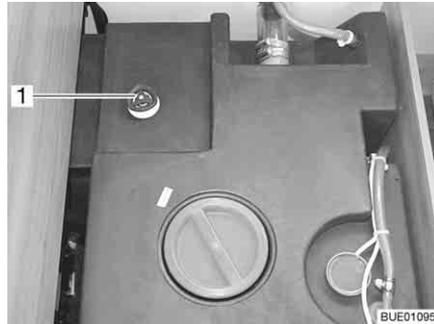

Bild 179 Wassertank mit Drehgriff
- Auf dem Wassertank den Drehgriff (Bild 179,1) im Uhrzeigersinn bis zum Anschlag drehen.
- Auf dem Wassertank den Drehgriff (Bild 179,1) entgegen dem Uhrzeigersinn bis zum Widerstand drehen. Das Wasser läuft bis auf 60 Liter aus.